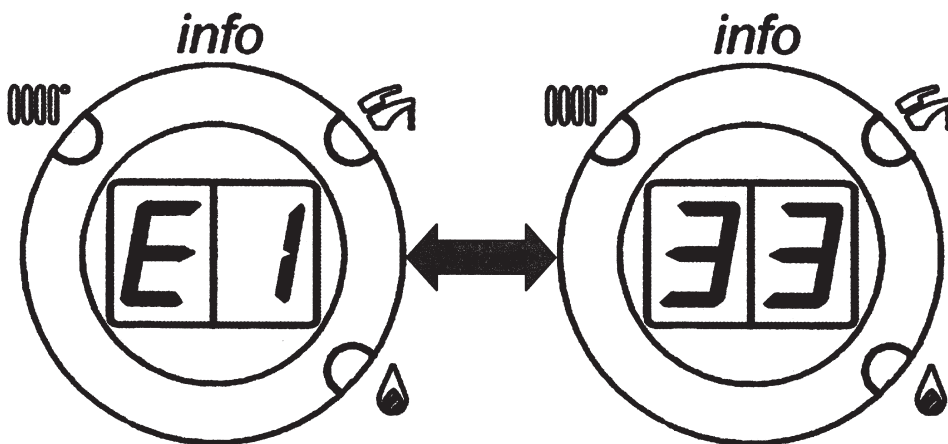

Abbildung 3
**HINWEIS:** Für die Fehlercodes mit mehr als 2 Ziffern (z.B. E133) werden am Display die ersten zwei Ziffern “E1” angezeigt, die letzten beiden Ziffern “33”, wie auf Abbildung 3 dargestellt.